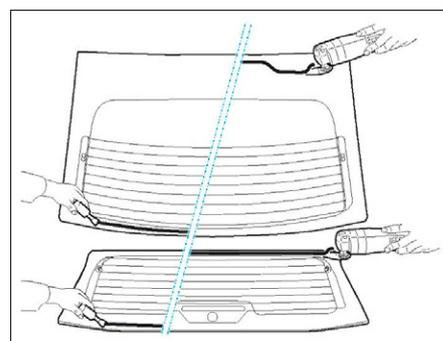

FIG. 91
- Araser le restant de colle sur les lunettes AR à l'aide du couteau électrique ou bien d'une spatule (Fig.91).